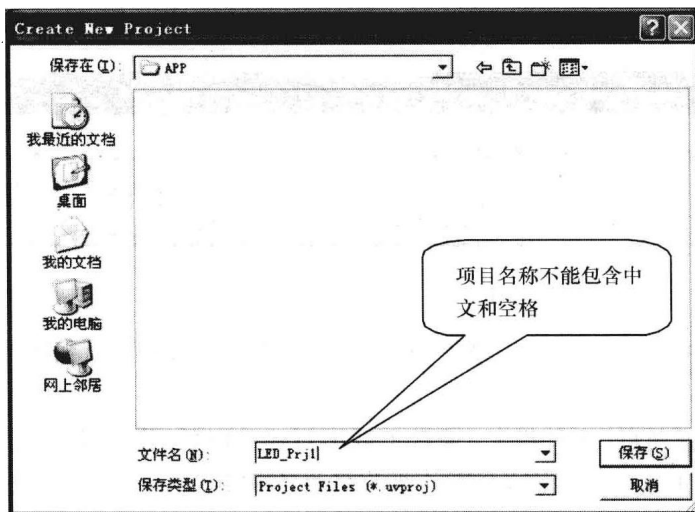

图 1-10 输入项目名称
(7)输入项目名称。项目名称不能包含中文和空格,如图 1-10 所示。